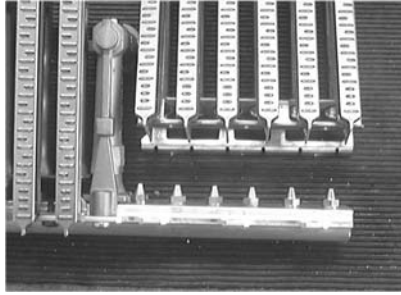

Fig. 14
13. Quitar el grupo izquierdo y derecho del quemador después de soltar los tornillos (Fig. 14).